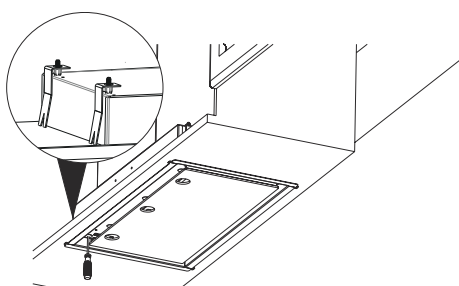

Fig. 12
4. ➤ Skruva i de 4 skruva som ska spänna fast beslagen och fläkten i skivan (Fig. 12).